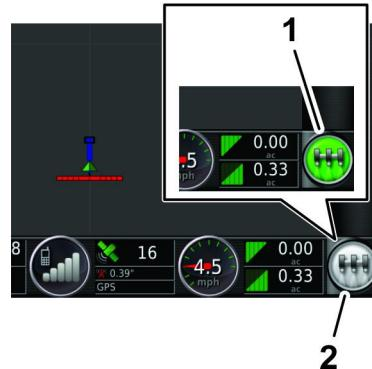

図 164
- ジオリンクの制御コンソール上でマスタースイッチアイコン図 164 を押してオン緑にする。